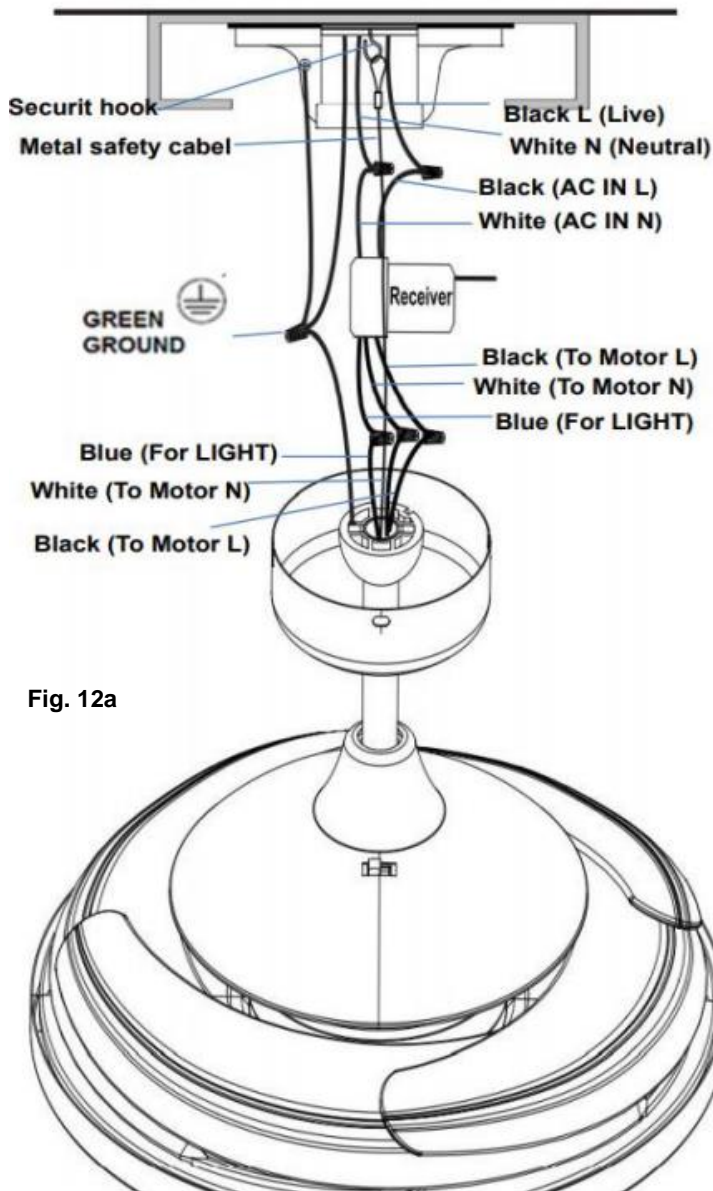
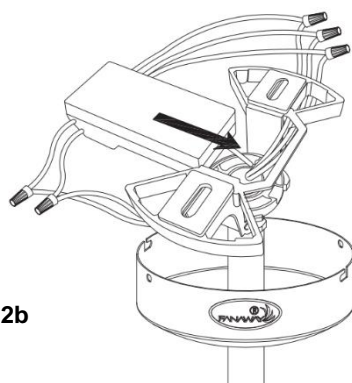

Fig. 12a
Fig. 12b
7. Tire del cable metálico de seguridad en el gancho de seguridad, apriete el cable de seguridad (Fig.12a y Fig.12b)